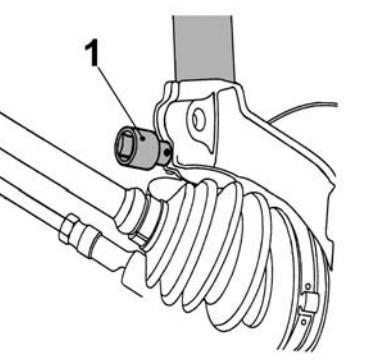

Fig. 3
- **Fig. 3** Achsschenkel mit dem Spreizwerkzeug (1) etwas aufspreizen.
- **Fig. 3** Spread the steering knuckle with the expander tool (1).
- **Fig. 3** Écarter légèrement la fusée d'essieu avec une broche extensible (1).
- **Fig. 3** Abrir ligeramente la mangueta con la llave separadora (1).